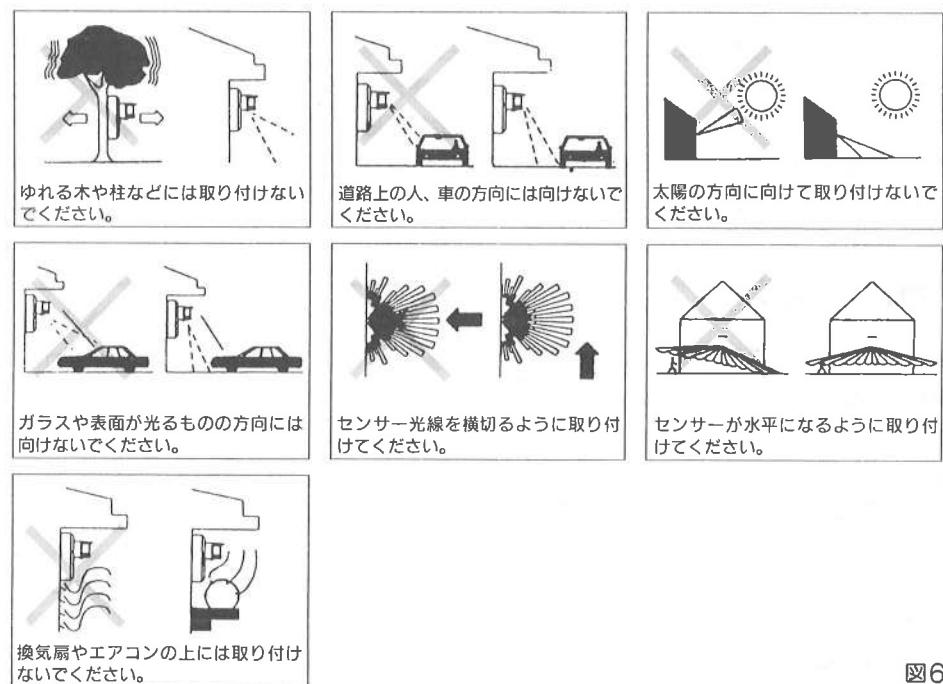

図6
- センサーの取付け位置は、取付けについての注意事項をクリアしているところを選んでください。取付場所が悪いとセンサーが誤作動し、正常に使用できません。(図6参照)